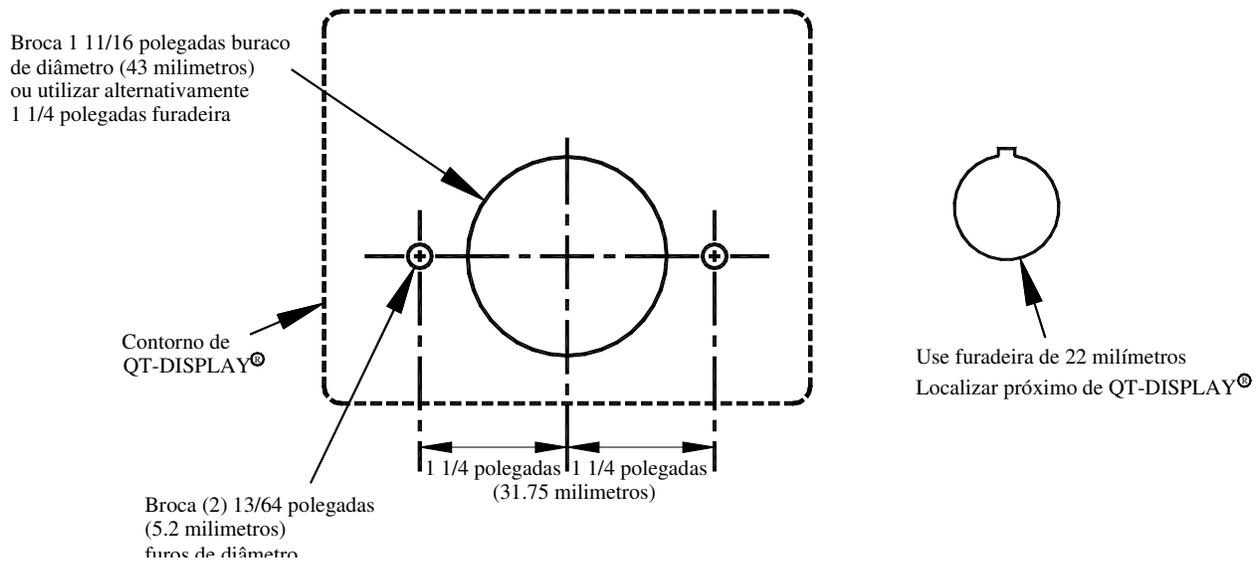

Figura 6.2-1
1. Encontrar um local adequado sobre a porta do cubículo e marcar a localização dos três (3), utilizando os furos de dimensões na figura 6.2-1.
2. Fure dois (2) 13/64" buracos de montagem.
4. Fixe o display QUICK-TRIP para frente da porta do cubículo com dois (2) porcas, arruelas planas e arruelas de pressão 10-32.